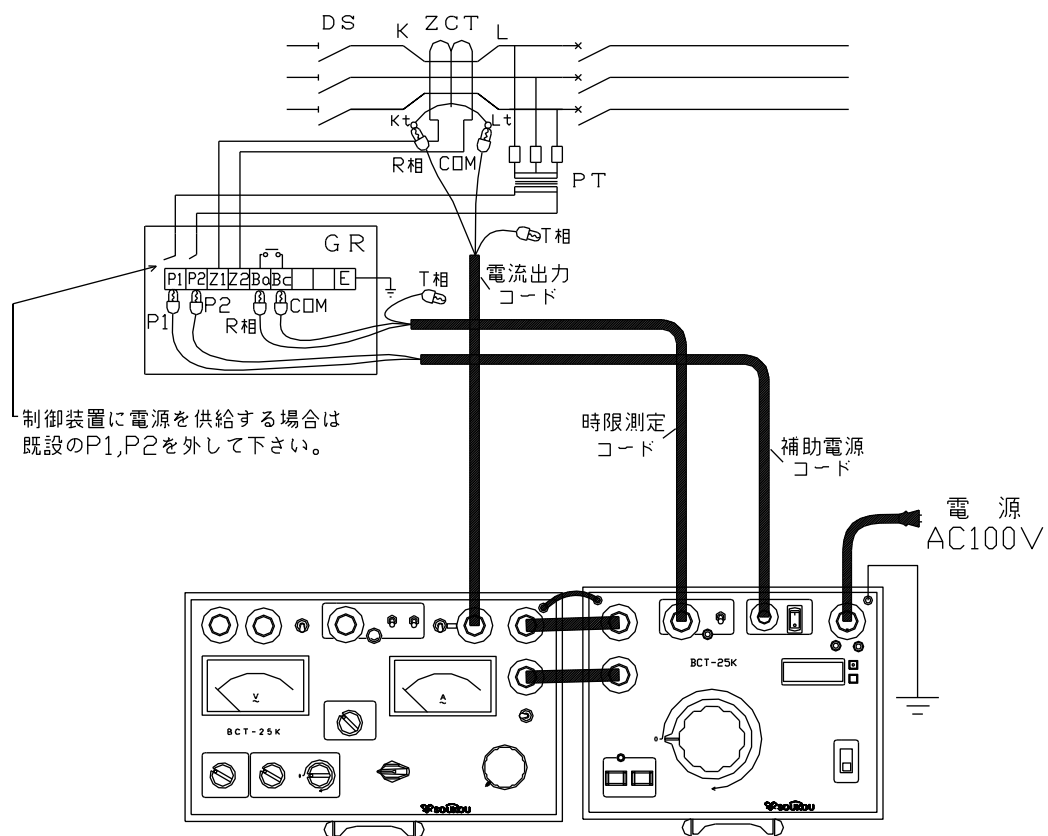

図14：試験回路図一電気室の単体試験（停電状態）
6. 以上のような点を注意し、試験回路を構成します。(図14,15)